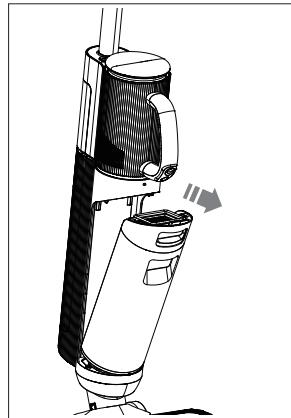

Fig. 9 – Extracción del depósito de agua
- ▶ Agarre el asidero del depósito de agua sucia (7) y presione hacia abajo el botón de desbloqueo del depósito de agua sucia (6).
- ▶ Extraiga el depósito de agua sucia del cuerpo del aparato (**véase Fig. 9**).